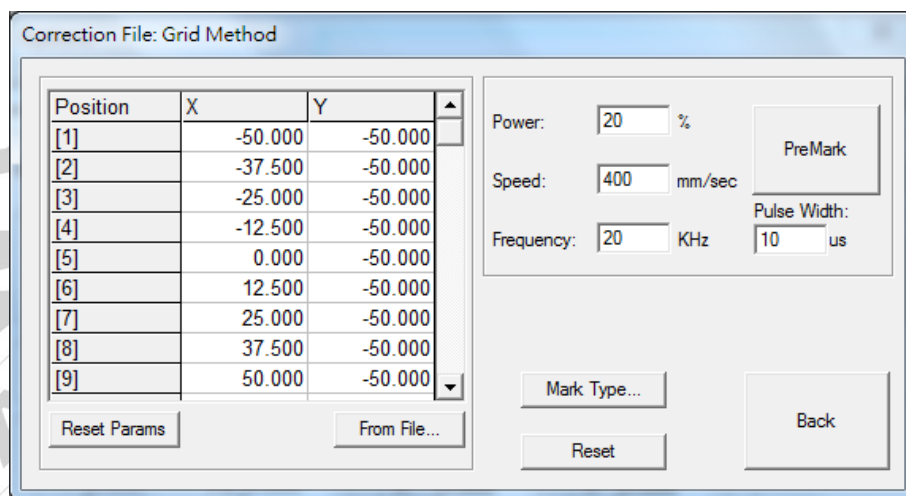

図 1.1.48
- Step 4** 次のステップのために「Input Data」ボタンをクリックしてください。図1.1.48を参照してください。